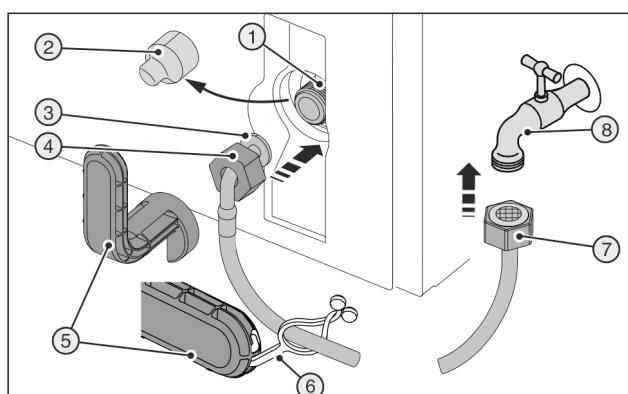
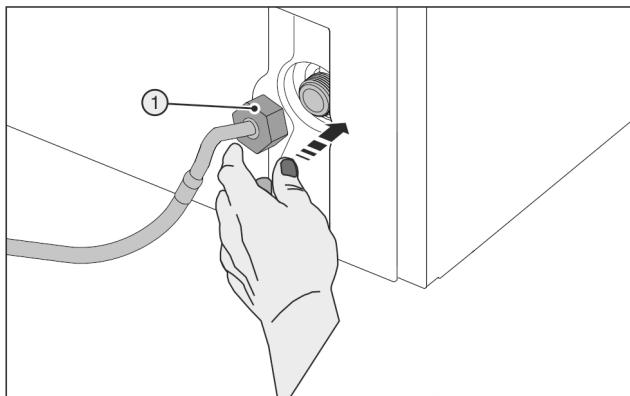

Fig. 45
Fig. 46
Зламаний допоміжний інструмент Fig. 45 (5)!
- Допоміжний інструмент Fig. 45 (5) використовувати тільки при кімнатній температурі.
- Зніміть кришку Fig. 45 (2).
- Полегший монтаж: Викласти прямий кінець шлангу Fig. 45 (7) ліворуч на землю.
- Насуньте гайку Fig. 45 (4) до кінця через кінець шлангу, розташований під кутом Fig. 45 (3) та утримуйте.
- Обережно одягти гайку Fig. 46 (1) і накрутити двома пальцями на нарізку до досягнення надійної посадки.
- Затягувати гайку Fig. 46 (1) за допомогою допоміжного інструменту Fig. 45 (5) за годинниковою стрілкою, доки не буде досягнуто максимального моменту затяжки і допоміжний інструмент Fig. 45 (5) не почне прокручуватися.
- Накрутити гайку Fig. 45 (7) на запірний кран Fig. 45 (8).
- Затягувати гайку Fig. 45 (7) за допомогою допоміжного інструменту Fig. 45 (5) за годинниковою стрілкою, доки не буде досягнуто максимального моменту затяжки і допоміжний інструмент Fig. 45 (5) не почне прокручуватися.
- Відкрийте запірний кран Fig. 45 (8) подачі води та перевірте всю систему подачі води на герметичність.
- Причепіть накладку Fig. 45 (6) в допоміжний інструмент Fig. 45 (5) і для зберігання закріпіть на шлангу із високоякісної сталі.